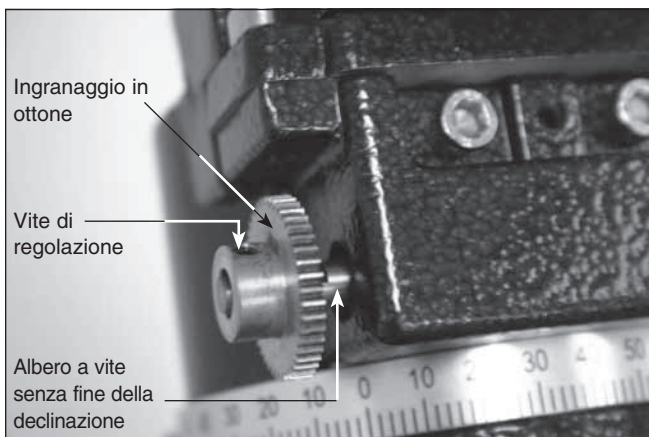

Figura 8. Corretto orientamento dell'ingranaggio in ottone per l'asse di declinazione
- Far scorrere l'estremità con ingranaggio dell'ingranaggio in ottone rimanente sull'albero a vite senza fine della declinazione della montatura SkyView Pro, come mostrato nella **Figura 8**. Ruotare il piccolo ingranaggio in ottone in modo che una delle viti di regolazione prema contro la parte piatta dell'albero a vite senza fine della declinazione. Fissare il piccolo ingranaggio in ottone serrando le viti di regolazione con la chiave esagonale da 2 mm in dotazione, ma non stringere eccessivamente. Potrebbe essere necessario apportare piccole modifiche alla posizione dell'ingranaggio per consentire il suo corretto inserimento, come descritto nel passaggio successivo.